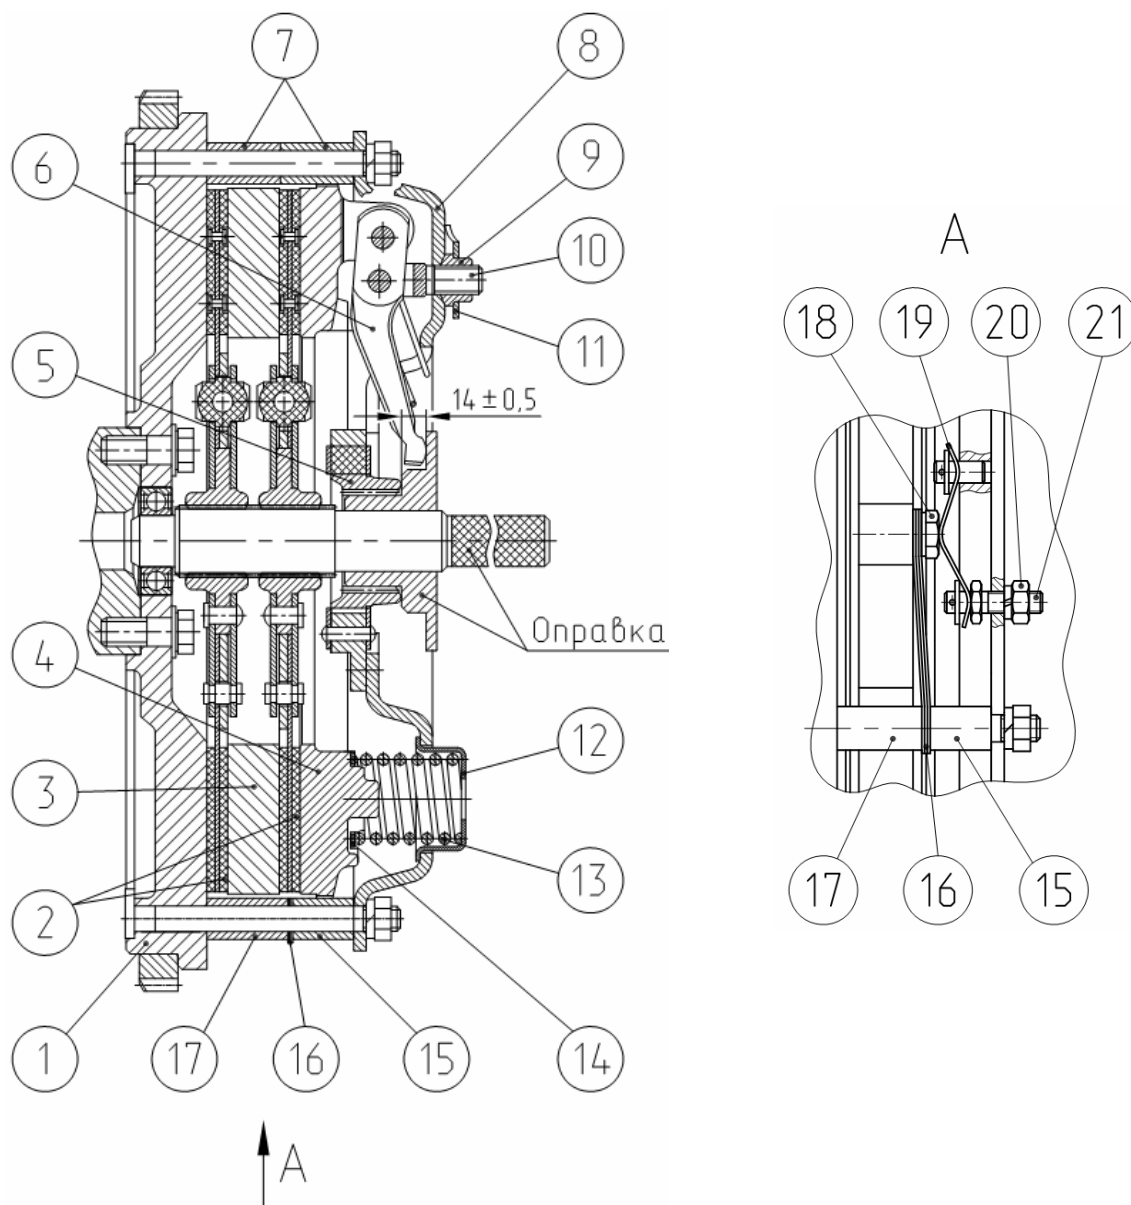

Рисунок 4.8 Муфта сцепления.
- 1) установите три технологических болта (М12х40), завернув их в нажимной диск (4) через технологические отверстия опорного диска (8) (**рисунок 4.8**);
- 2) отверните гайки крепления опорного диска к маховику и снимите диски сцепления в сборе (опорный (8) с нажимным (4));
- 3) снимите первый ведомый диск (2);
- 4) снимите с пальцев маховика три короткие втулки (15) и снимите средний диск (3);
- 5) снимите второй ведомый диск (2);
1) вворачивая или отворачивая регулировочный болт (21) (**рисунок 4.8**) добейтесь такого прилегания упорных пластин (19) к болту (18), чтобы щуп 0,1 мм проходил между торцевой поверхностью упорных пластин (19) и торцевой поверхностью болта (18) с легким усилием;
2) после регулировки положения упорных пластин затяните стопорные гайки (20).